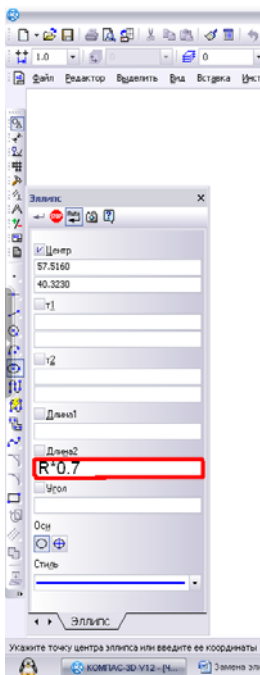

рис.29
7. Задать параметр «Длина2» равным 0,7 радиуса. (В открывшемся окне «эллипс» в поле «Длина2» ввести значение радиуса умноженное на 0,7. Данные вводить с помощью клавиатуры). (рисунок29)